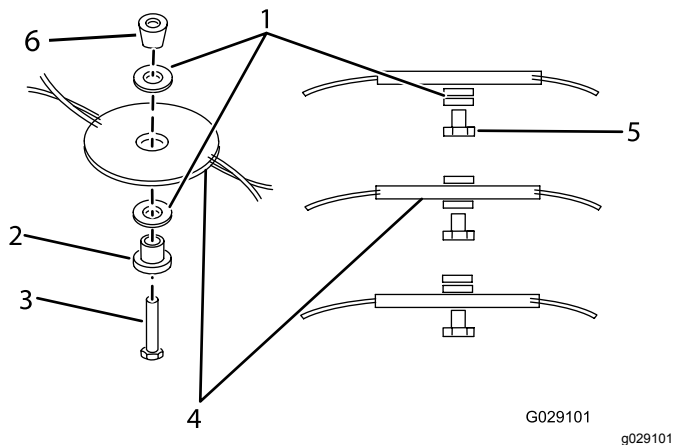

Bild 23
4. Entfernen Sie den Flexiblade-Schneidfaden durch Drehen der Schraube gegen den Uhrzeigersinn (Bild 23), und bewahren Sie alle Befestigungen auf.
5. Installieren Sie den neuen Flexiblade-Schneidfaden durch Drehen der Schraube im Uhrzeigersinn (Bild 23), und bringen Sie sämtliche Befestigungen an.